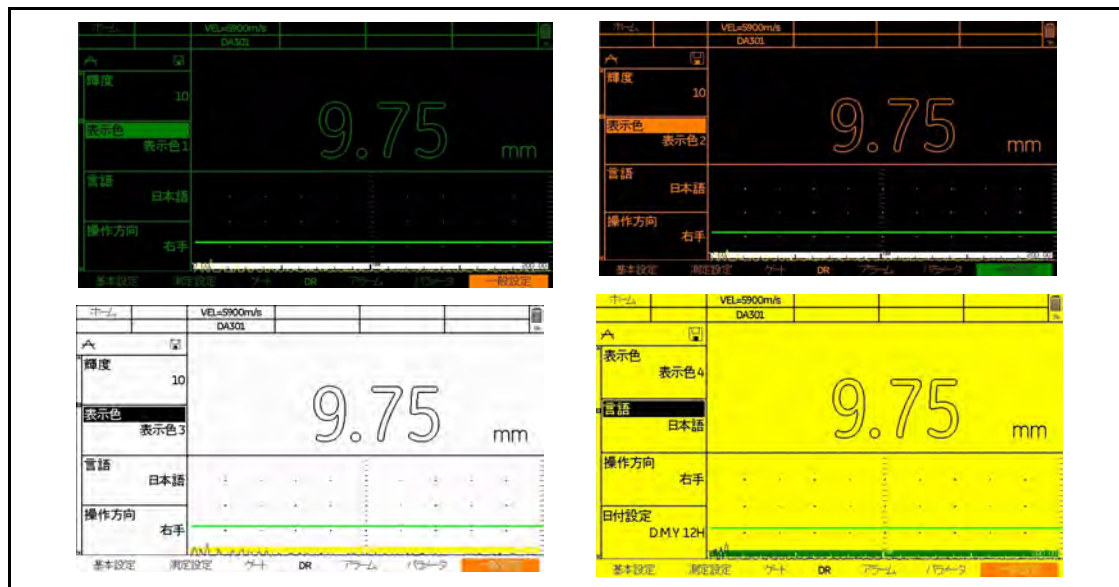

图9：可用 DMS Go 配色方案
3. 要更改显示屏配色方案，请移动操纵杆滚动到所需的方案。(下一页中的图 9 将显示可选的配色方案。)